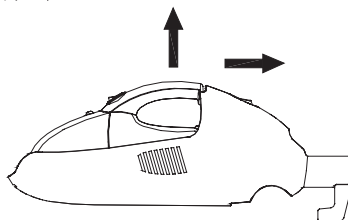

Рис. 7
6. Чтобы извлечь пылесос из базового корпуса оттяните фиксатор на базовом корпусе назад и достаньте пылесос наружу за его ручку (Рис. 7).